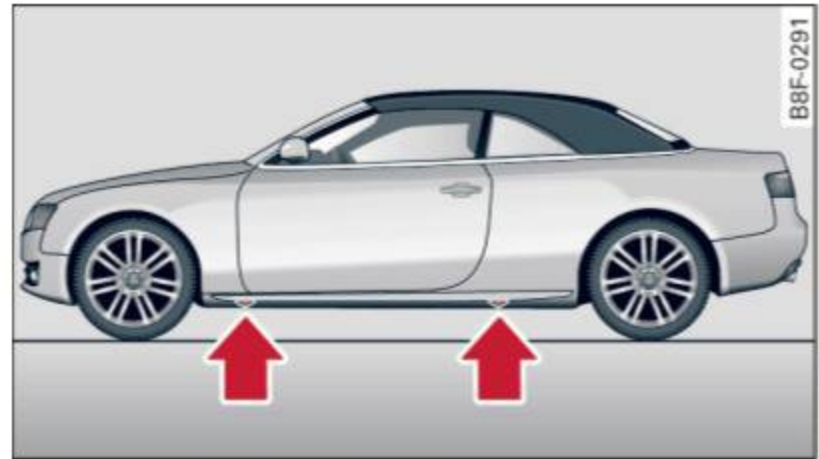

Fig. 195 Bas de porte : repères
L'emplacement du cric est indiqué par une encoche sous le véhicule ⇒ fig. 195.
- ▶ Trouvez le **repère** sur le seuil qui se trouve le plus près de la roue à changer ⇒ fig. 195. Derrière le repère se trouve un **point de levage** sur le seuil destiné au cric.
⇒ *fig. 195*. Il existe précisément *un* emplacement pour chaque roue. Le cric ne doit être installé nulle part ailleurs ⇒ ⚠ ⇒ ⚠.